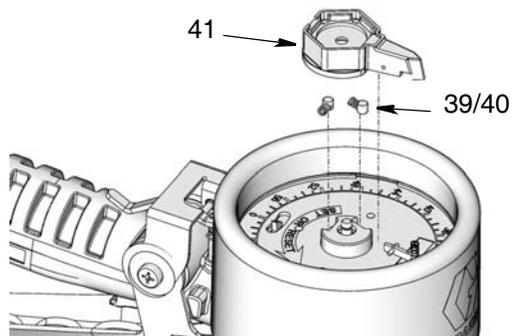

FIG. 27
3. Retire el puntero de la aguja (41), los muelles (39) y las clavijas (40) (FIG. 27).